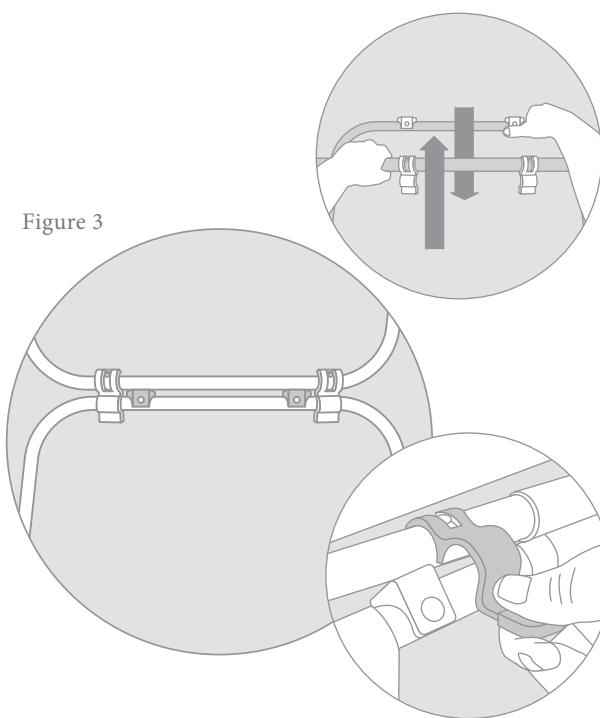

Figure 3
2. Lock bars together by pushing down on the latches (Figure 3).
2. Joignez les barres et verrouillez-les en appuyant sur les verrous (Figure 3).
2. Durch Herunterdrücken der Laschen die Stifte miteinander verriegeln (Abb. 3).